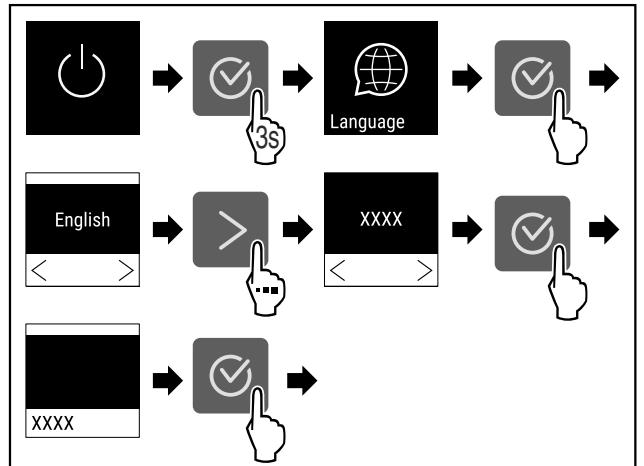

Fig. 52
- ▶ Obavite korake postupka (pogledajte Fig. 52).